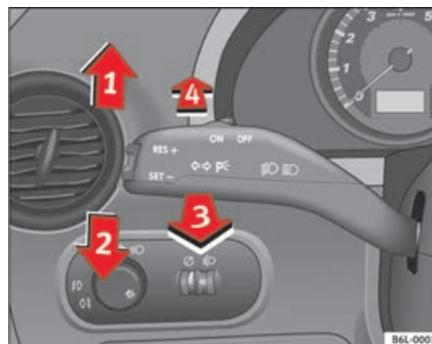

Fig. 61 Leva degli indicatori di direzione e degli abbaglianti
- Spingere la leva verso l'alto (fino al riscontro) \Rightarrow fig. 61 **1** se si vuole mettere la freccia **a destra**; verso il basso **2** invece, per mettere la freccia **a sinistra**. ▶
- Per accendere gli abbaglianti si deve spingere in avanti la leva  pag. 98, fig. 61 ④.